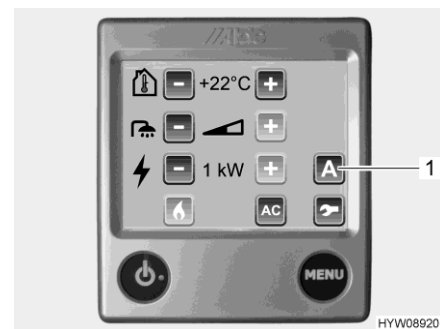

Bild 174 Einstellmenü (Zusatzgebläse)
Gesteuert wird das Zusatzgebläse über die Bedieneinheit (Bild 174) der Warmwasser-Heizung.
- Schaltfläche "A" (Bild 174,1) drücken. Die Funktionen werden angezeigt.